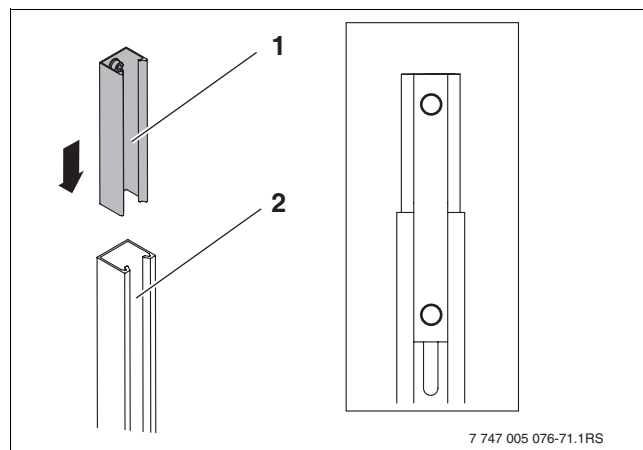

Fig. 45 Equipar perfil del captador con conector TS
- Deslizar el conector TSS (Fig. 45, (1)) en el perfil del captador (2) y atornillarlo con tornillos M8x20 y tuercas M8.